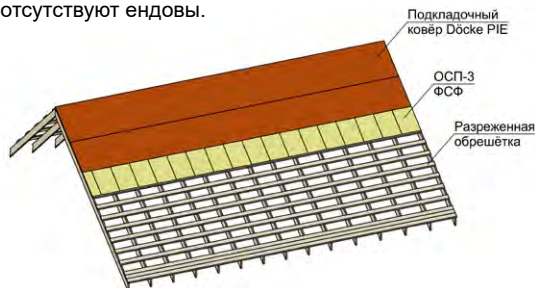

Рис. 8. Последовательный монтаж подкладочных ковров Döcke PIE сверху-вниз.
1.5.4 В случае осуществления монтажа самоклеящегося подкладочного ковра Döcke PIE при температуре ниже $+15^{\circ}\text{C}$ необходимо дополнительно фиксировать полотно механически при помощи крепежа тип 1 (таблица №1) (рис. 8 в).
4.1.6 Подкладочный ковер монтируется параллельно карнизу, снизу-вверх, с нахлестом следующего ряда 100 мм, торцевые нахлесты составляют 150 мм. Для минимизации хождения по коврам, особенно на крутых скатах, допускается производить последовательный монтаж сверху-вниз: монтируется верхний ряд плит ОСП-3 или фанеры ФСФ, затем на смонтированный ряд плит монтируется верхнее полотно подкладочного ковра (рис. 8). Данный способ монтажа подойдет только для простых крыш, на которых отсутствуют ендовы.